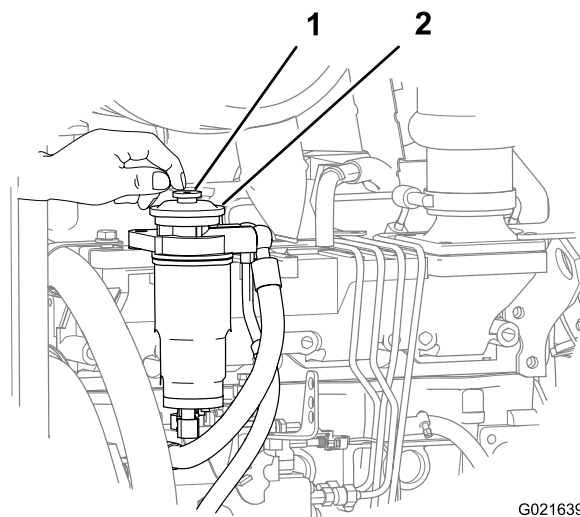

Figura 129
6. Localice el botón de cebado en la parte superior del adaptador del filtro de combustible secundario (Figura 129).
7. Pulse y suelte repetidas veces el botón de cebado hasta que note resistencia al presionar el botón de cebado (Figura 129).